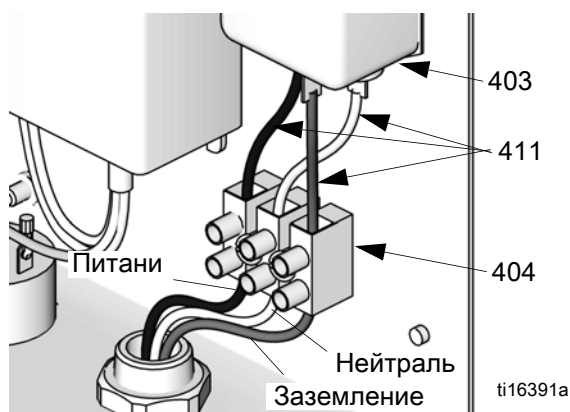
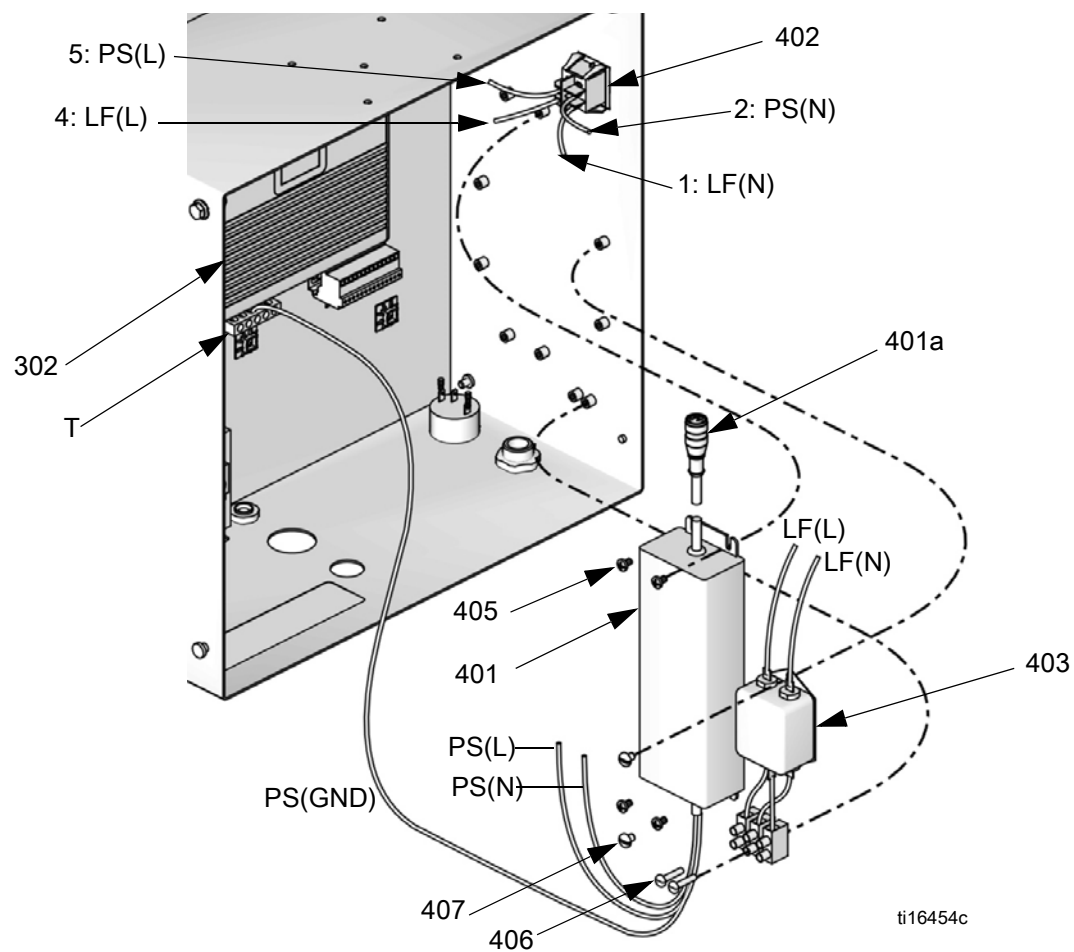

Рис. 5. Электрические подключения с помощью клеммной колодки
Рис. 8. Замена блока питания от электросети
4. См. Рис. 8. Отсоедините CAN-кабель блока питания (401a) от усовершенствованного модуля управления подачей жидкости (302).
5. Отсоедините провода сетевого фильтра и линии питания от выключателя питания (402).
6. Отсоедините провод заземления блока питания PS(GND) от клеммы заземления (T) усовершенствованного модуля управления подачей жидкости.
7. Открутите четыре винта (405) и извлеките блок питания (401). При замене фильтра открутите два винта (407) и извлеките фильтр (403).
8. Установите новый блок питания (401) и сетевой фильтр (403), закрепив их входящими в комплекты винтами (405, 407), как показано на рисунке.
9. См. Рис. 8. Подсоедините провода (410/LF) к сетевому фильтру (403) и выключателю питания (402), как показано на рисунке. См. также электрическую схему.
10. Подсоедините провода блока питания (411/PS) к выключателю (402), как показано на рисунке. См. также электрическую схему. Подсоедините провод заземления PS к клемме заземления (T) усовершенствованного модуля управления подачей жидкости.
11. См. Рис. 5. Подсоедините провода (411) к сетевому фильтру (403) и клеммной колодке (404), как показано на рисунке. См. также электрическую схему.